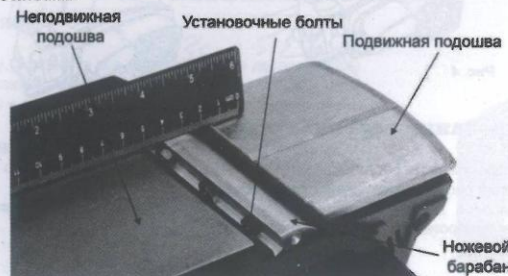

Рис. 6
- Проверните и закрепите рубанок вверх подошвой (См. Рис.6).